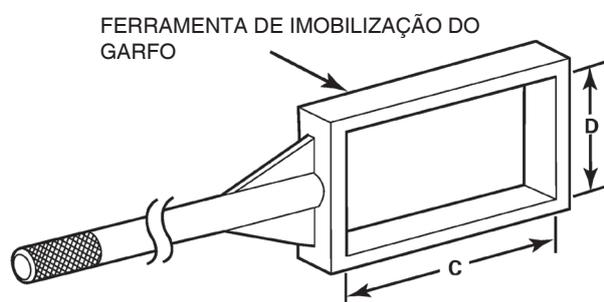

Figura 10.2
2. Calcule as dimensões C e D da ferramenta de imobilização do garfo adicionando 0.125-0.250" às dimensões A e B do garfo. Figura 10.2.
3. Para fazer a seção em caixa da ferramenta, corte e solde uma barra de 1" de espessura x 2" de largura e com as dimensões C e D de comprimento. Figura 10.2.
4. Corte uma barra de comprimento 1,20 m x 1.25" de diâmetro de aço para fazer o cabo da ferramenta. Solde esta peça no centro da caixa. Figura 10.2.
- Para aumentar a rigidez da ferramenta de imobilização do garfo, solde duas cantoneiras fixando o cabo na lateral da caixa. Figura 10.2.